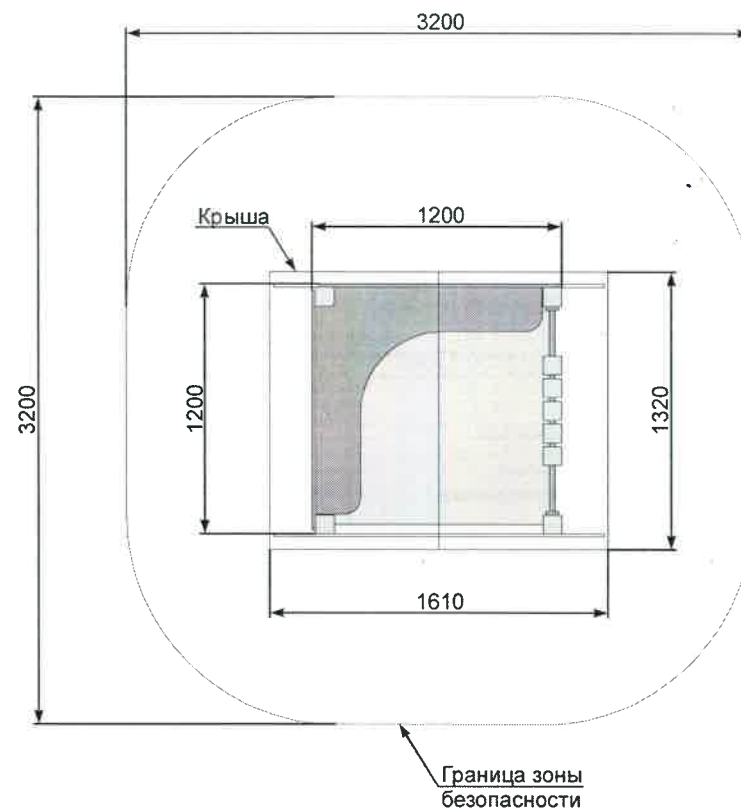

Рисунок 2 - Зона безопасности
5.2 При установке изделия на площадке необходимо выдержать размеры зоны безопасности согласно требованиям ГОСТ Р 52169 (рисунок 2).